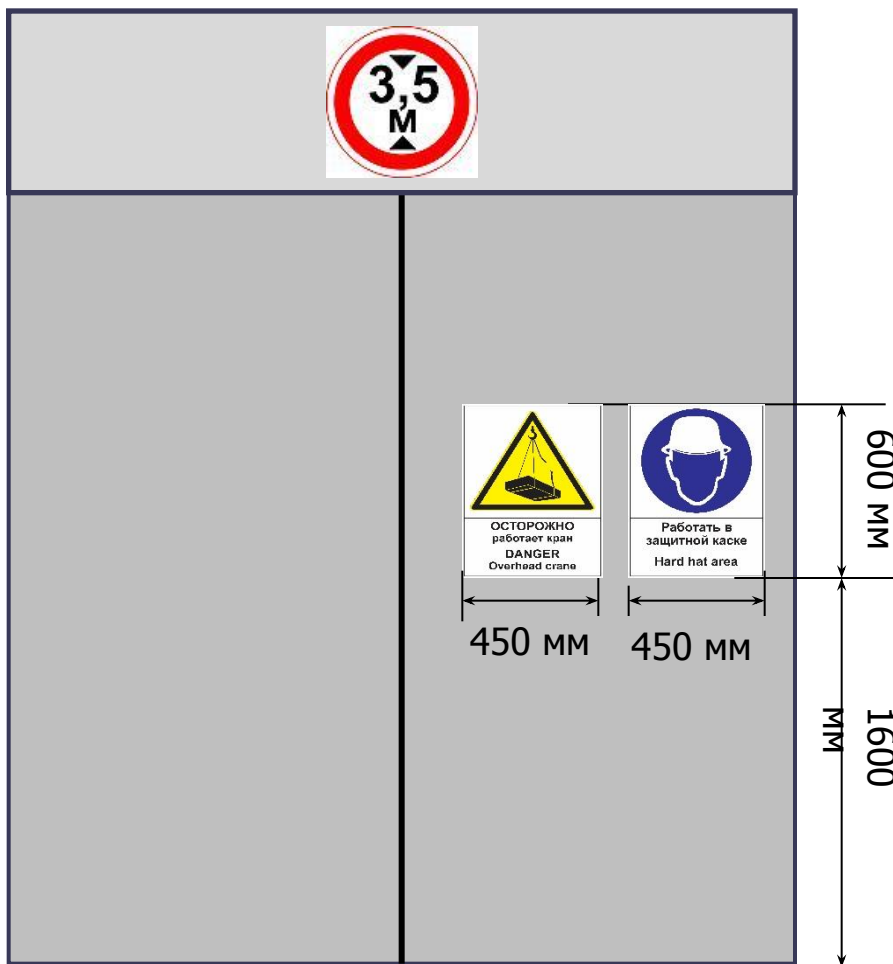

Рис. 9
- Размещать знаки безопасности на въездных воротах следует на расстоянии 1600 мм от земли (пола) до нижней кромки знака (рис. 9, 10).
- На воротах производственных зданий, где возможен проезд технологического транспорта необходимо устанавливать знак «Ограничение высоты», запрещающий движение транспортных средств, габаритная высота которых (с грузом или без груза) больше указанной на знаке. Размещать знак следует над въездными воротами (рис. 9, 10).